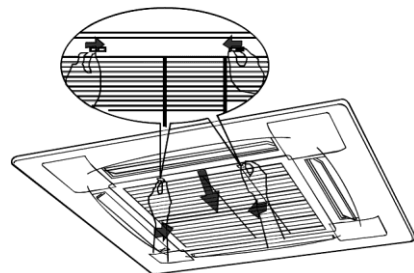

Fig. 9-1
- Empuje los fijadores de la rejilla a la vez hacia el centro, como se muestra en la fig. 9-1. Luego tire de la rejilla hacia abajo.